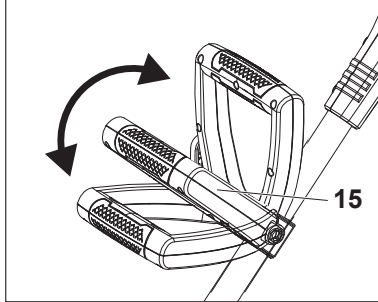

Fig. 12
2. Seguidamente, incline la empuñadura auxiliar (15) hacia arriba o hacia abajo para ajustar su ángulo (Fig. 12).